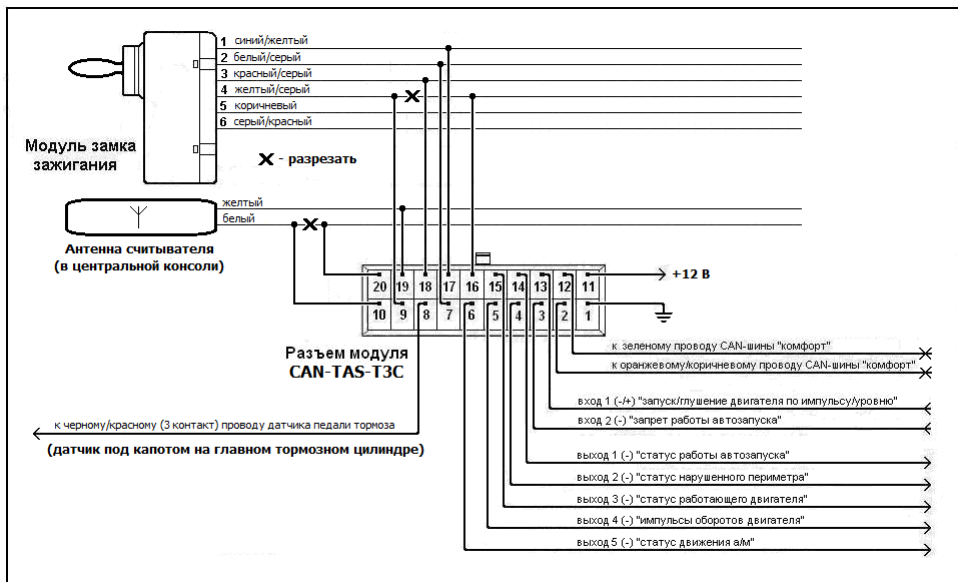

Рис. 1. Схема подключения модуля CAN-TAS-T3C
3. Скоммутируйте провода разъема модуля согласно схеме подключения (Рис.1) и иллюстраций мест подключения (Фото 1,2,3).